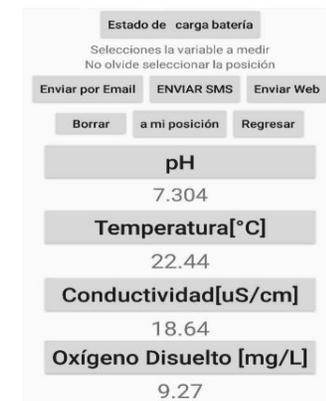

Figura 5. Visualización de datos por cada parámetro.
7. Ya que se ha esperado los tiempos para la medición de cada sensor, en la aplicación *Calprobe2* se seleccionan las variables para adquirir cada dato de los parámetros como se presenta en la figura 5.